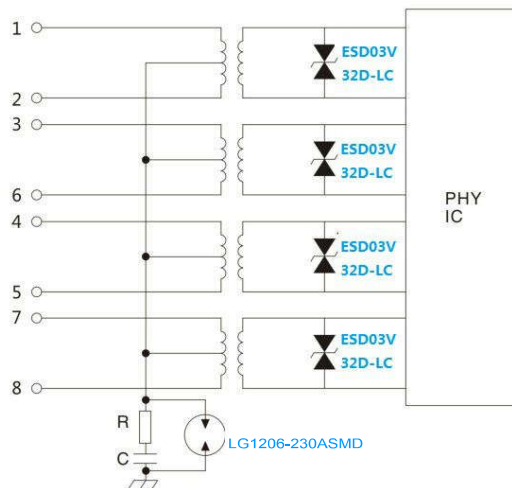

图 5 以太网口防护方案
3.3 以太网口需要连接交换机等电子系统设备，网络传输线容易受到电磁场和雷击波的干扰，我司建议在以太网口做如下浪涌和静电防护，如图 5。器件参数请参阅表格 5 和表格